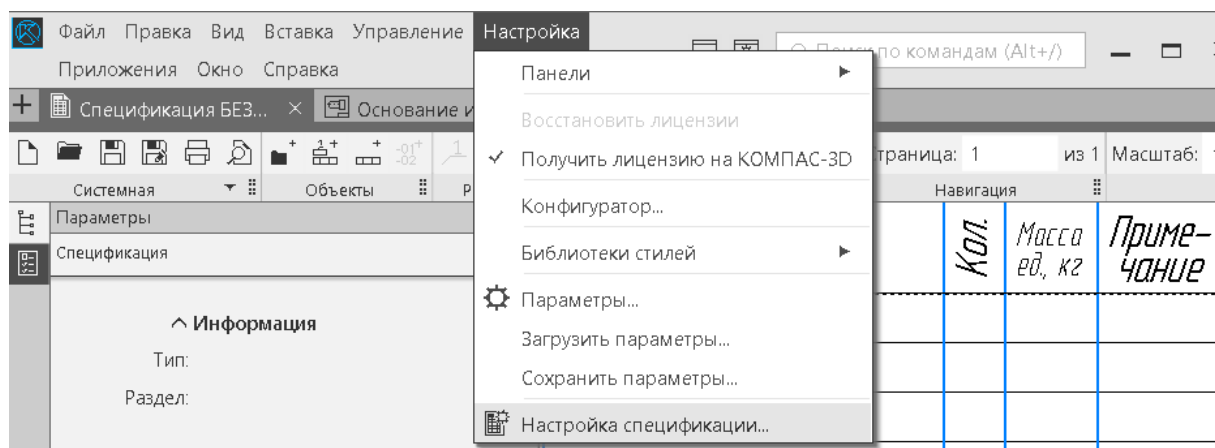

Рисунок 24. – Выбор команды Настройка спецификации
1. Последовательно активизируйте команду **Настройка** и команду **Настройка спецификации** (рисунок 24).